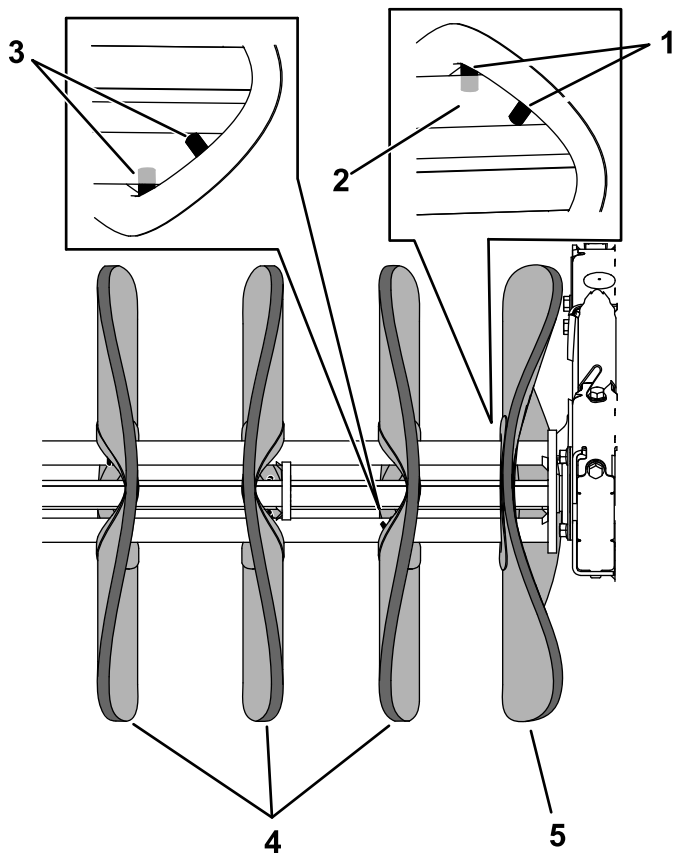

Figura 26
- Con las cerdas curvadas hacia el centro de la barredora, deslice la escobilla central nueva por el eje para que las puntas abarquen 1 de las varillas (Figura 26).
- Deslice una escobilla por el eje para que las puntas se extiendan a una varilla adyacente y se curven en la dirección opuesta a la escobilla central (Figura 26).
- Deslice la siguiente escobilla por el eje, con la escobilla rotada para que las puntas se extiendan a la tercera varilla y las curvas queden en la dirección opuesta a la escobilla anterior (Figura 26).